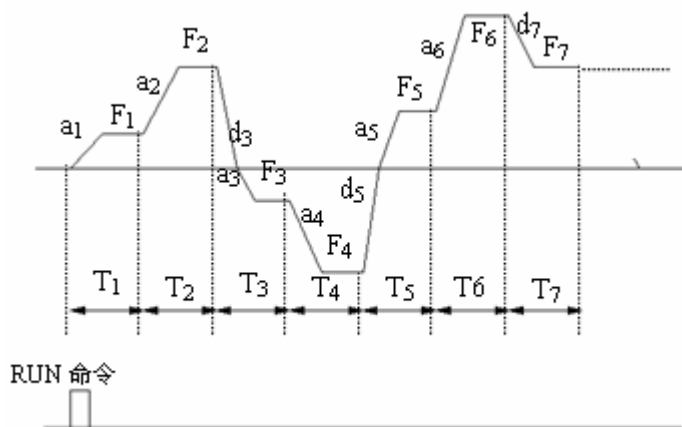

图 4-42 PLC 单循环后保持方式
**2: 单循环后保持最终值.**如图 4-42, 变频器完成一个循环后自动保持最后一段的运行频率、方向运行, 直到有停机命令输入, 变频器以设定的减速时间停机。